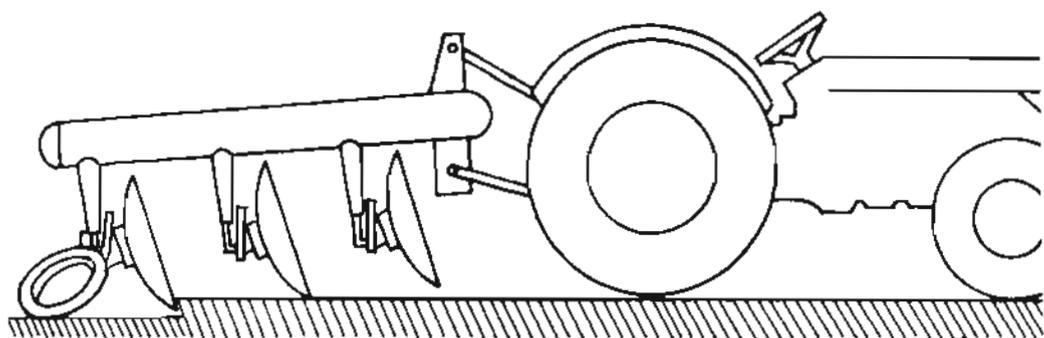

Fig. 1
- a Alargue el brazo superior lo suficiente para que are el último disco (fig. 1).